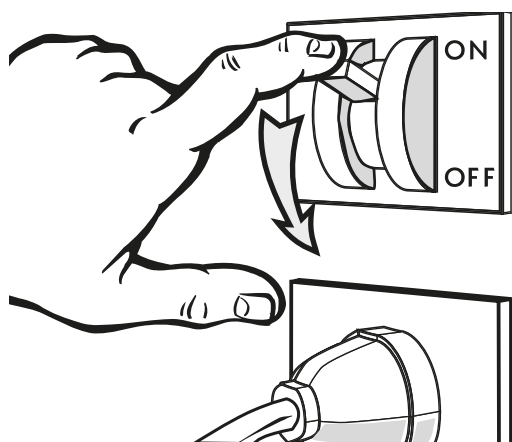

Abb. 41
- Trennen Sie das Kühlmöbel mit Hilfe des Wandschalters vom Stromnetz ("Abb. 41").